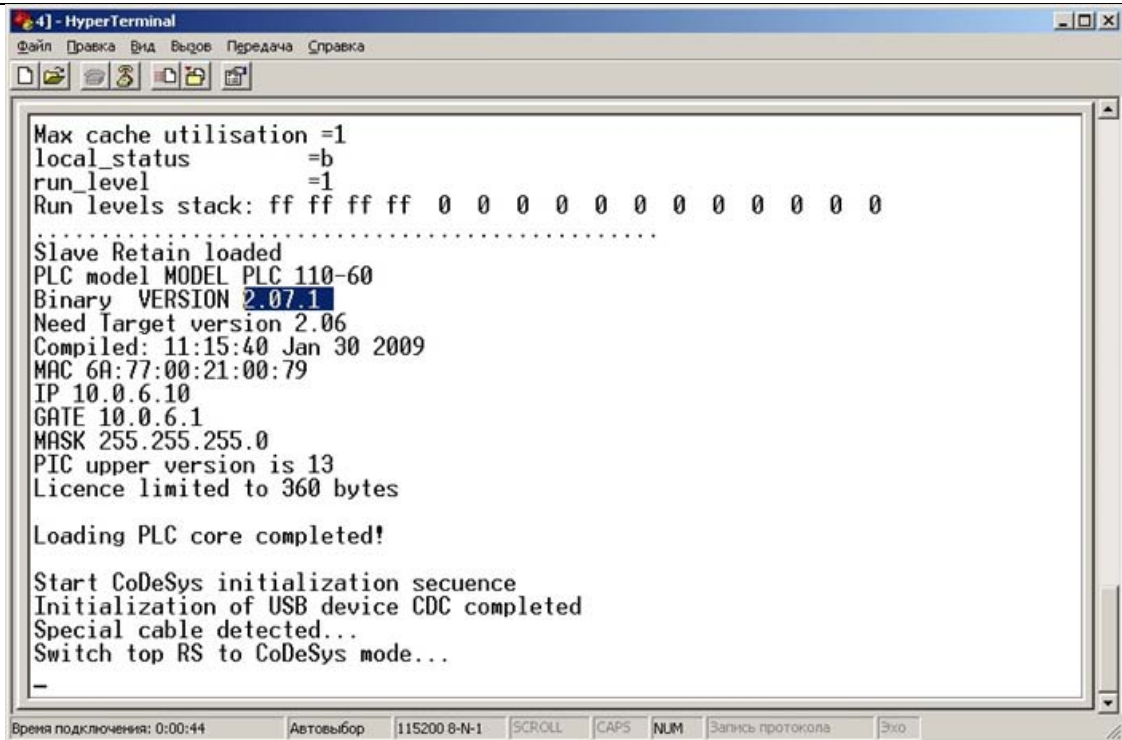

Рисунок 10.3 – Окно «HyperTerminal»
- 7) В открывшемся окне «HyperTerminal» (см. рисунок 10.3) в строке «Binary Version» отобразится номер актуальной версии ПО микроконтроллера.